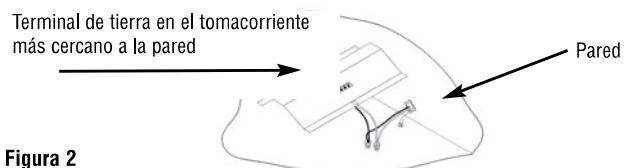
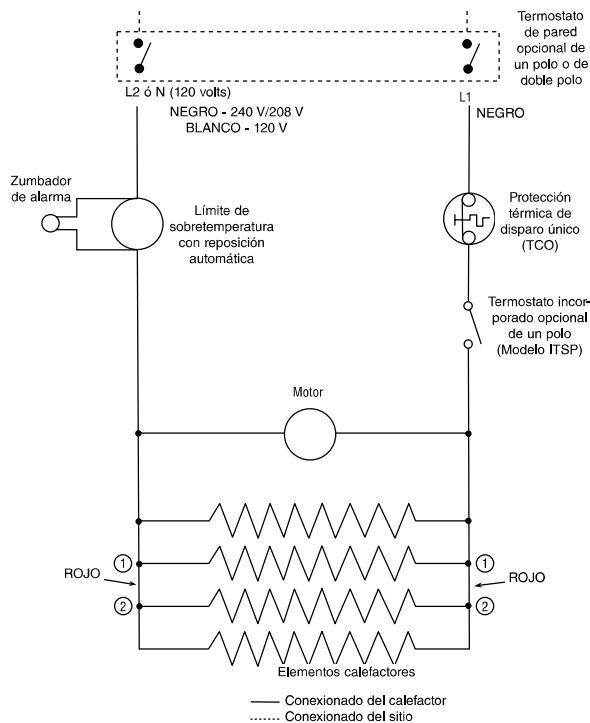

Figura 2
Figura 3
1. Pase los cables de alimentación por el prepunzonado deseado, dejando que 6" (152 mm) de cables se extiendan dentro del gabinete, como se muestra en la Figura 2.
3. Para el modelo I1500, conecte el cable de alimentación blanco (neutro) al cable blanco del tomacorriente y el cable de alimentación de línea negro al cable negro del tomacorriente, como se muestra en la Figura 2. (Vea también el diagrama de conexonado que se muestra en la Figura 3). Para el I1504, conecte los dos cables de alimentación negros a los dos cables de tomacorriente negros. (Vea el diagrama de conexonado que se muestra en la Figura 3).
4. Instale la cubierta de la caja de conexiones como se muestra en la Figura 2.
La potencia (watts) del calefactor puede reducirse de 1500 W a 750 W quitando los dos (2) puentes de cable rojos (Figura 3).